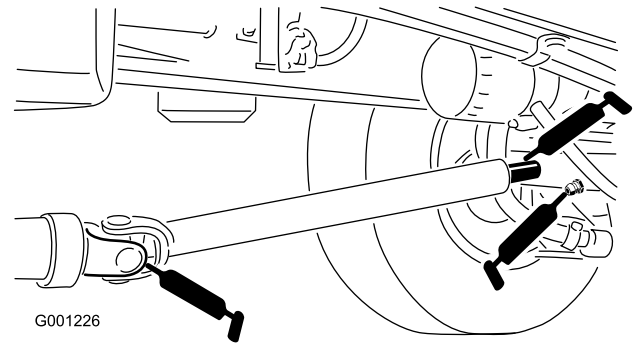

Figura 44
- albero di trasmissione (3) (Figura 44)